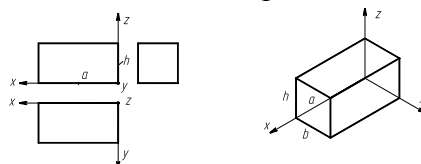

Рис. 7. Чертёж и изометрия параллелепипеда.
2. Рассмотрим этот предмет как бывший параллелепипед (Рис.7).